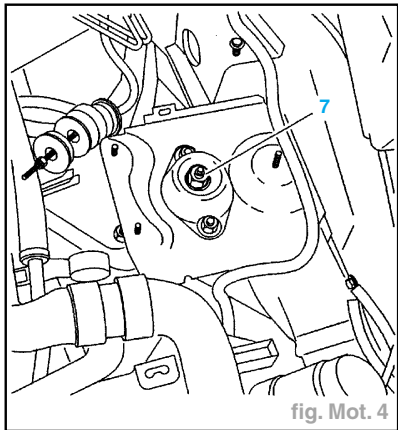

fig. Mot. 4
- Déposer l'écrou avec rondelle (7) (fig. Mot. 4).